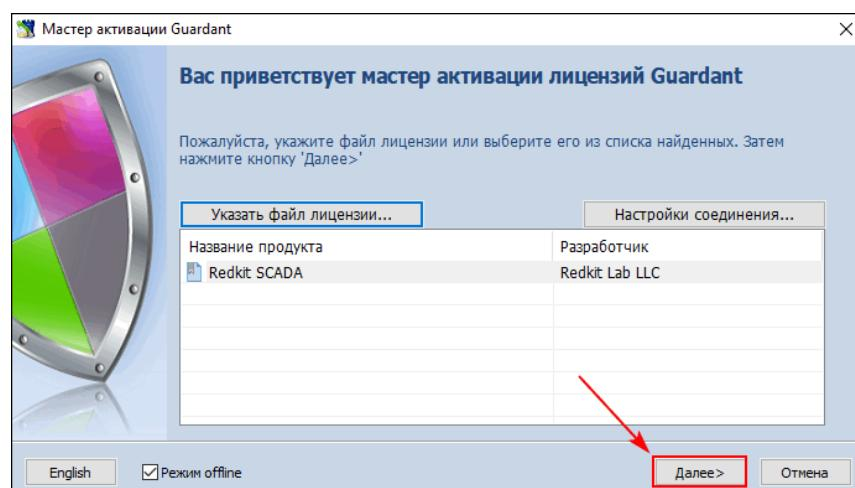

Рисунок 31 - Подтверждение файла лицензии
6. Нажмите Далее (Рисунок 31).